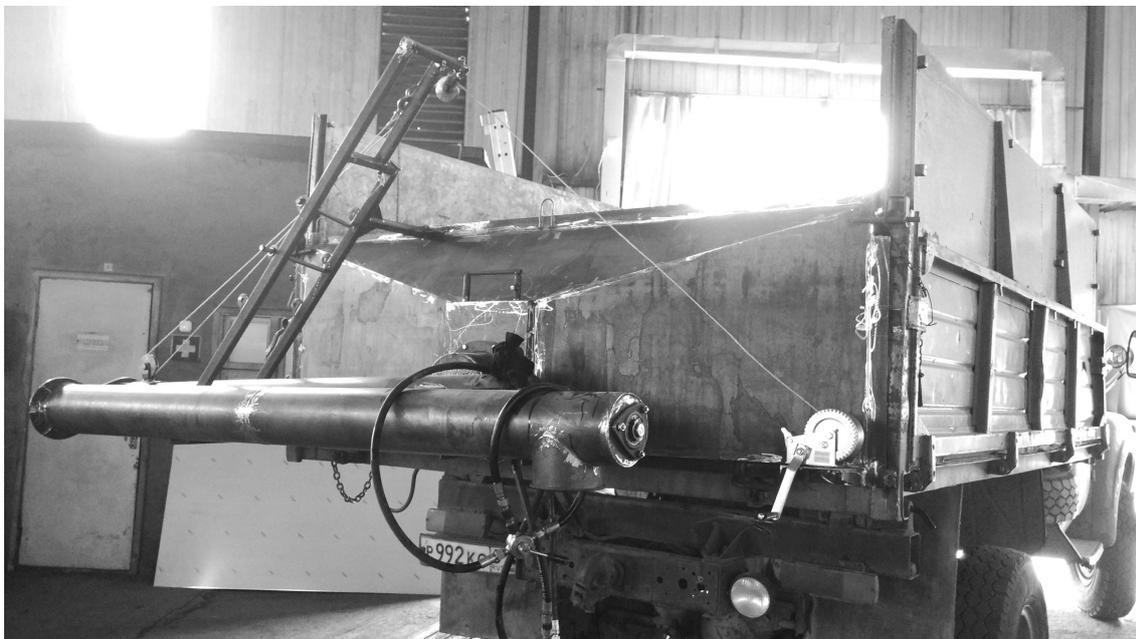

Рис.1
Грузоподъемным механизмом за петлю (1) рис. 1 установить, вместо штатного заднего борта самосвала ГАЗ, САЗ, ЗИЛ, тракторной телеги 2ПТС4, загрузчик сеялки ЗС-У. Для фиксации использовать штатные винты крепления верхней части борта (2) и нижние кронштейны - скоба автомобиля.